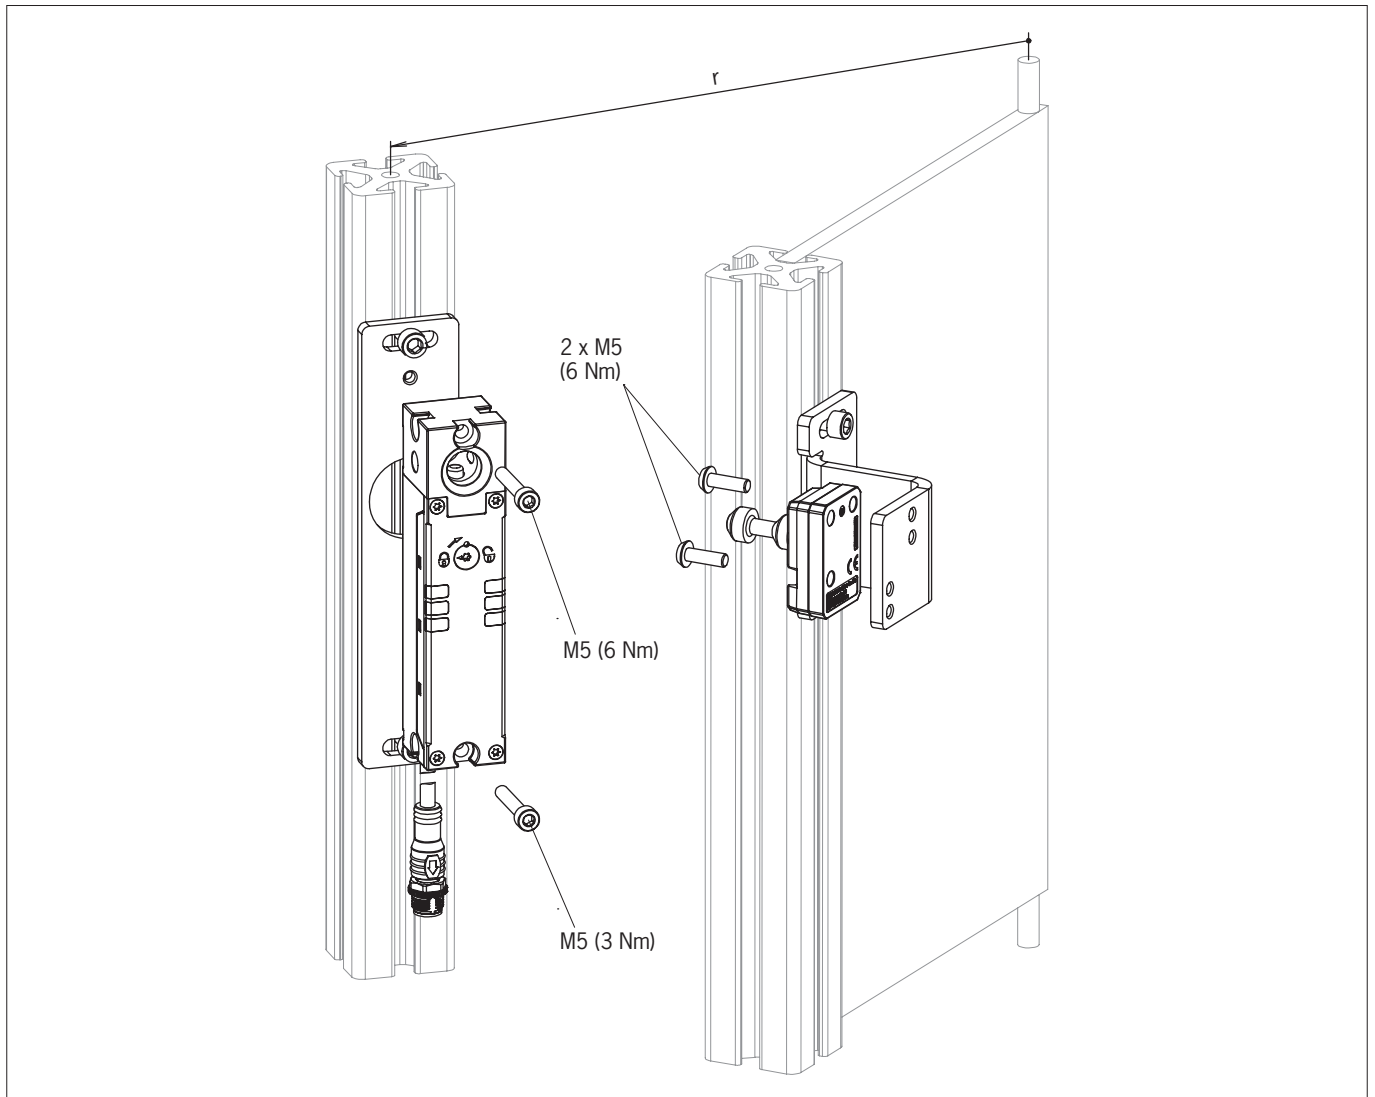

Fig. 3 : Exemple de montage
- Respectez le couple de serrage pour la fixation de l'interrupteur et de l'actionneur (voir Fig. 3) :